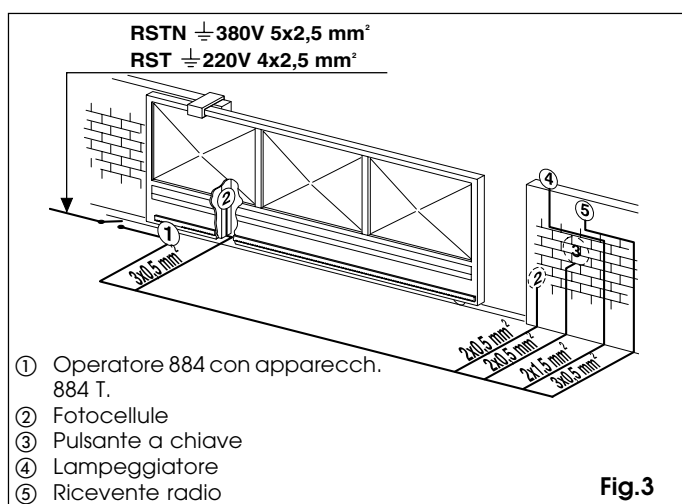

Fig.3
- 4) Predisporre i cavi elettrici per il collegamento con gli accessori e l'alimentazione elettrica come da fig.3. Per effettuare agevolmente i collegamenti fare fuoriuscire i cavi circa 1 mt. dal foro della piastra di fondazione.
Seguendo le indicazioni di Fig.3 predisporre le canalizzazioni ed effettuare i collegamenti elettrici dell'apparecchiatura elettronica 884 T con gli accessori prescelti.